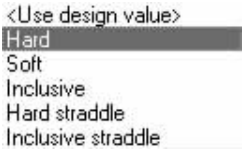

图 11-6 Room 类型
1) “Room”：空间。在下拉列表中显示如图 11-6 所示的选项。